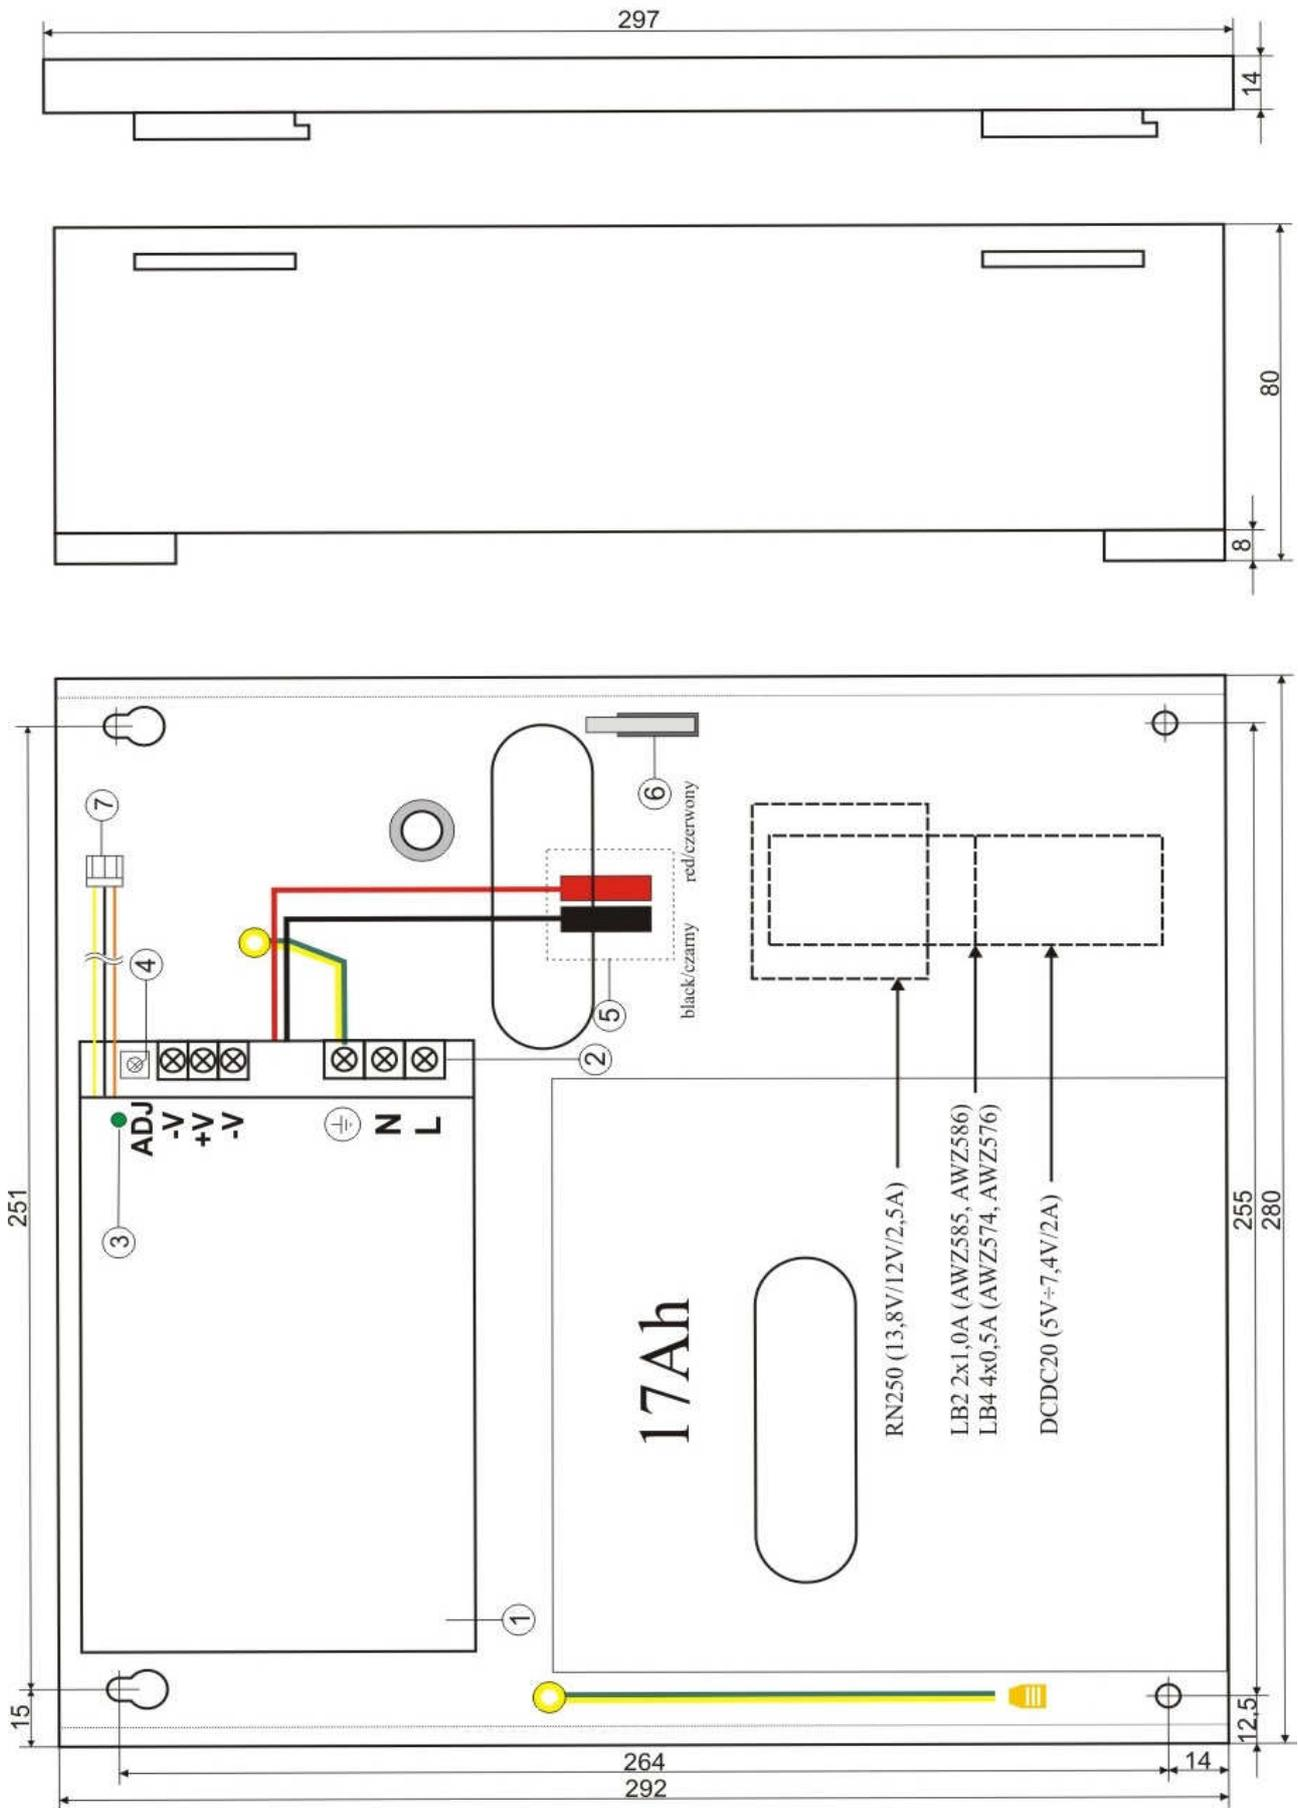

Fig.2. Vista dell'alimentatore.
1.3. Descrizione degli elementi e collegamenti dell'alimentatore (tab.1, tab.2, fig.2).
Elemento n. [Fig. 2]	Descrizione
Elemento [Fig. 2]	Descrizione
Fissaggio	Vedi fig. 2